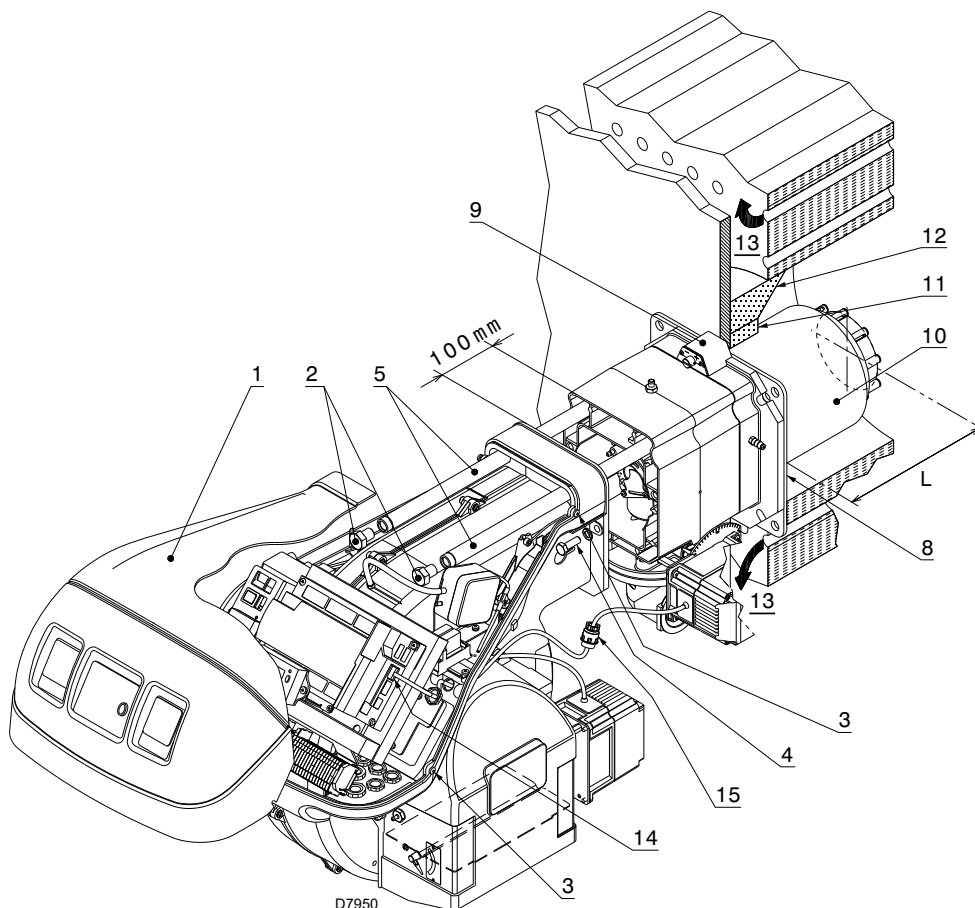

Abb. 17
Stellen Sie bei Kesseln mit vorderem Rauchumlauf 13)(Abb. 17 auf Seite 25) oder mit Flammenumkehrkammer muss eine Schutzschicht aus feuerfestem Material 11) zwischen dem als Hitzeschutz zwischen Kessel 12) und Flammrohr 10) aus.
Trennen Sie die Flammkopf vom übrigen Brenner, wie in Abb. 17; und wie folgt fortfahren:
- den Brenner auf den Führungen 3) etwa 100 mm von Muffe 4) - Brenner in der in Abb. 17 gezeigten Position montieren;
- den Stecker des Stellmotors 14)(Abb. 17) anschließen und die Kabeldurchführung 15) anschrauben;